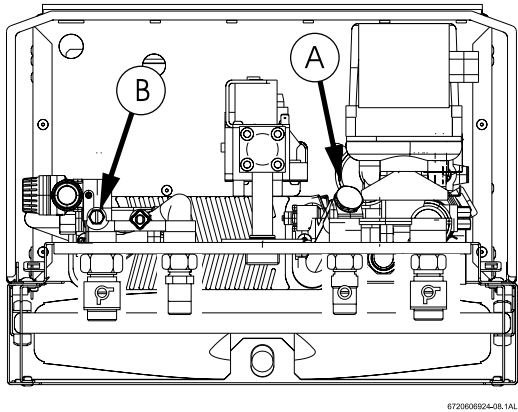

Fig. 25
- ▶ Aflojar el tapón (Fig. 25, Pos. A).
- ▶ Desenroscar el tornillo de desagüe (Fig. 25, Pos. B).